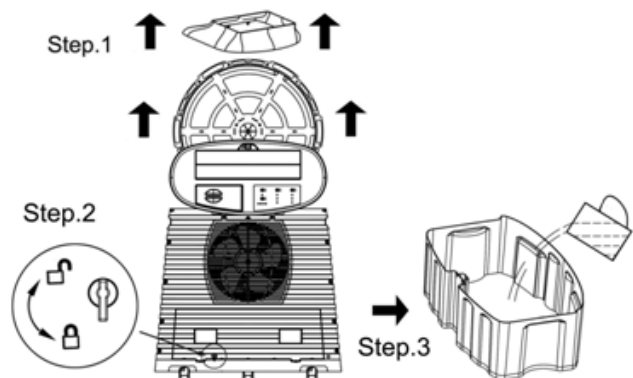

Abbildung 2
2. Den Tank entriegeln und herausnehmen. (Abbildung 2)